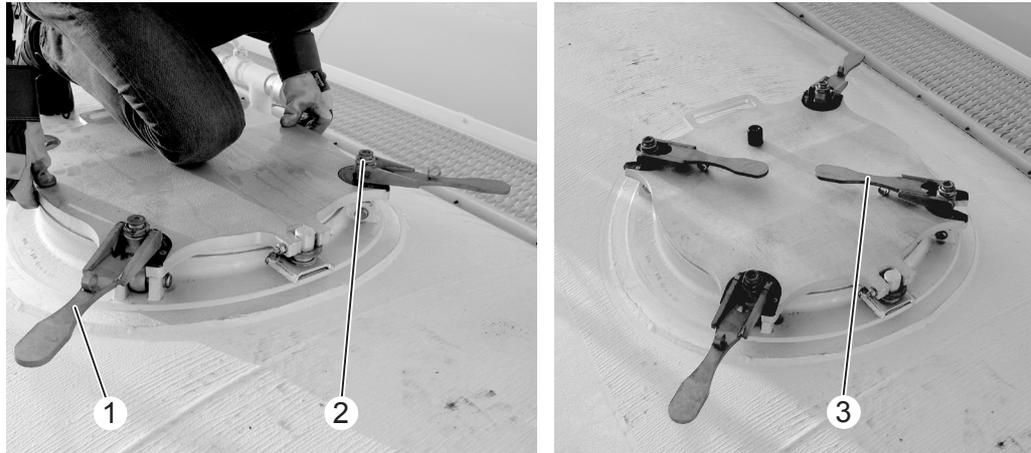

Bild 6.6 – Domdeckel mit Exzenterverschraubung
- (3)** Exzenterverschraubung geschlossen
- ▷ Hebel zeigen nach aussen und Verschlüsse liegen auf dem Rücken (siehe **(1)** in **Bild 6.6**).
- ▷ Hebel zeigen nach innen (siehe **(3)** in **Bild 6.6**).